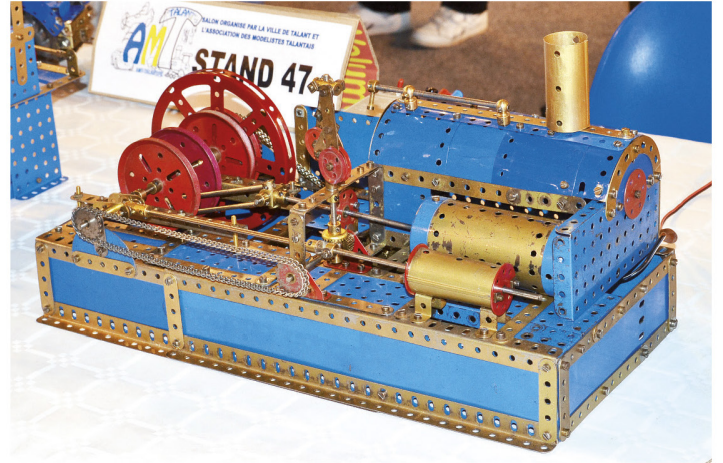

Fig. 21 Machine à vapeur de Claude Garino
Talant (21). Près de Dijon, Talant a connu une bonne participation d'exposants et de visiteurs, sur deux journées. Claude Garino CAM 1900 présentait une machine à vapeur (Fig. 21), couleurs bleu-or-rouge, un funiculaire à double voitures, en bleu et or (Fig. 22), ainsi qu'un engin à chenilles.